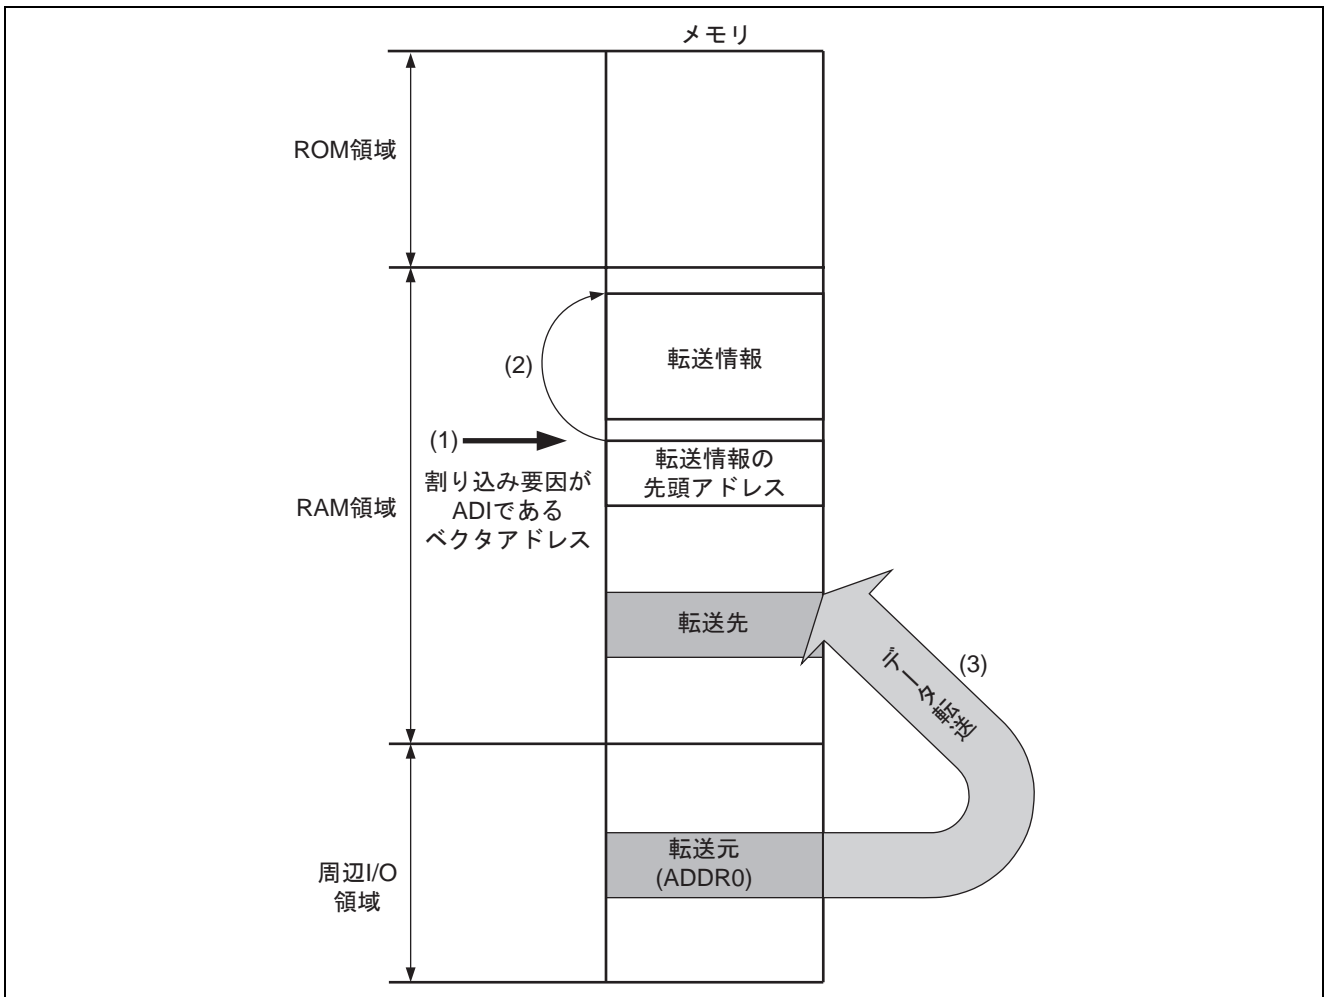

図 6 メモリ上での流れ
また、表 3 (5) から表 3 (7) までのメモリ上での流れを図 6 と表 4 に示します。
表 4 図 6 の説明